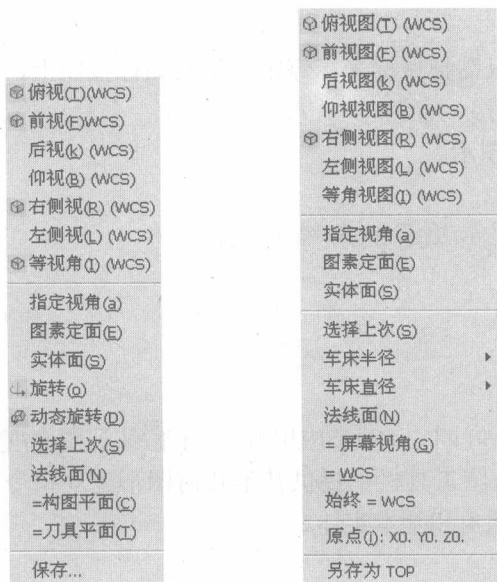

图 1.13 “屏幕视角”子菜单
- **屏幕视角**：图形视角设置，单击该按钮弹出如图 1.13 所示的“屏幕视角”子菜单，选择其中一个视角方向。